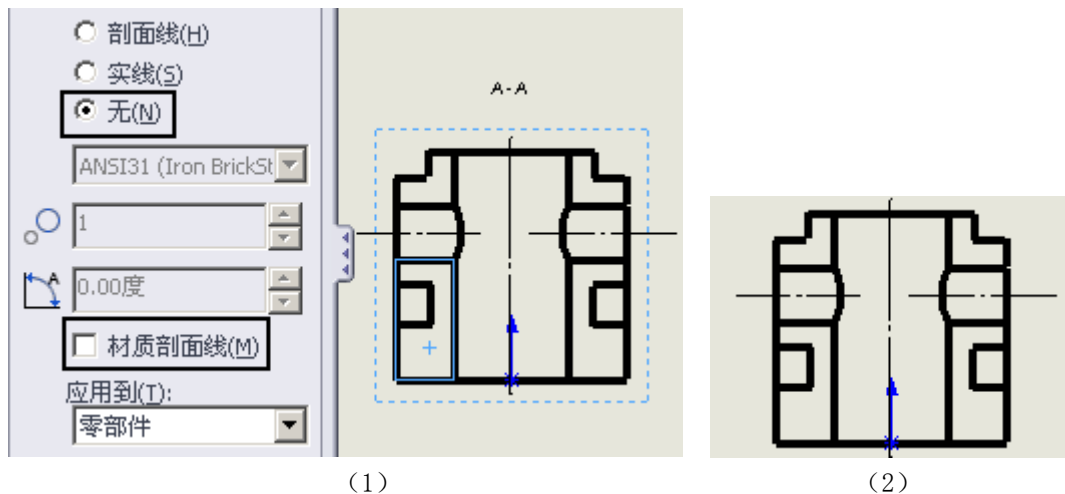

图 3-20 不显示剖面线
鼠标左键单击左视图左下方剖面线区域，在界面左侧出现“断开的剖视图”对话框。如图 3-20 (1) 所示，去除“材质剖面线”选项，勾选“无”，单击“确定”图标，则不显示剖面线，结果如图 3-20 (2) 所示。